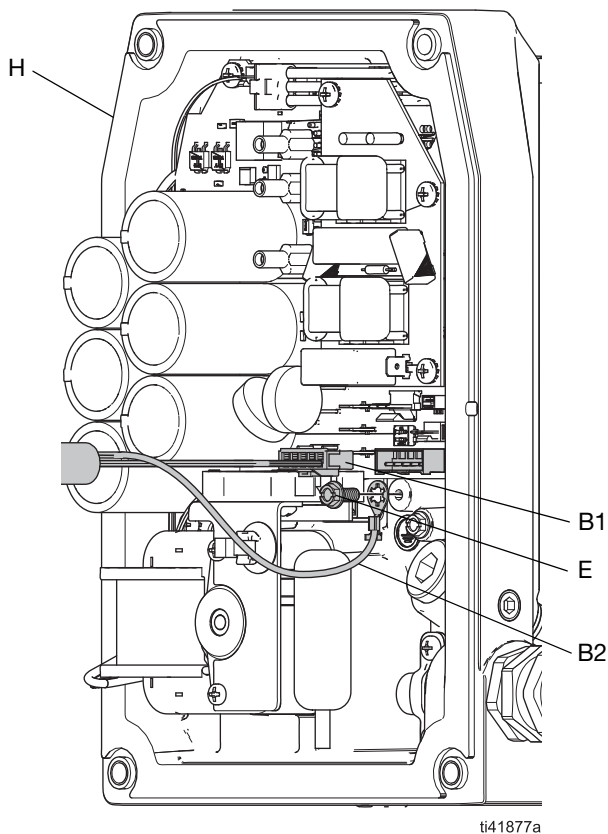

FIG. 5: Fio do cabo de E/S e ligação à terra cabo de E/S
2. Retirar a tampa de controlo (F). Ver o manual do motor relacionado. Consultar **Manuais relacionados** na página 2.
3. Ao instalar um cabo de E/S pela primeira vez, retire a ficha (G) da porta E/S (G1).
4. Instalar o conjunto do cabo de E/S (B):
- b. Aplique vedante de roscas nas roscas da base do prensa-cabo (A) e enrosque e aperte firmemente na porta de E/S (G1).
- c. Na parte de trás da tampa de controlo (F), deslize o conector de E/S (B1) e o fio de ligação à terra (B2) através da base do grampo (C) e da contraporca (C2).
- d. Aparafuse a base do grampo (C) na parte de trás da porta (G1) e aperte a contraporca (C2) contra a parte de trás da tampa.
- e. Posicione o pedaço curto do revestimento do cabo de modo a que fique centrado dentro da área de fixação da base do grampo (C) e fixe o grampo (C1) à base (C) utilizando parafusos (D) e aperte firmemente.
- f. Apertar com segurança os fixadores de topo da braçadeira (D).
5. Instalar o fio de terra do cabo de E/S (B2) e o fixador de terra (E) no orifício da caixa de controlo (H). Apertar bem. Ver **Ligar à placa de controlo**, página 9.
6. Ligar a ficha do cabo de E/S (B1) à tomada na placa de controlo. Consultar a FIG. 5.
7. Instalar a tampa de controlo (F). Ver o manual do motor relacionado. Consultar **Manuais relacionados**, página 2.
1. Instalar o fio de terra do cabo de E/S (B2) e o fixador de terra (E) no orifício da caixa de controlo (H). Apertar bem. Consultar a FIG. 5.
2. Ligar a ficha do cabo de E/S (B1) à tomada na placa de controlo. Consultar a FIG. 5.